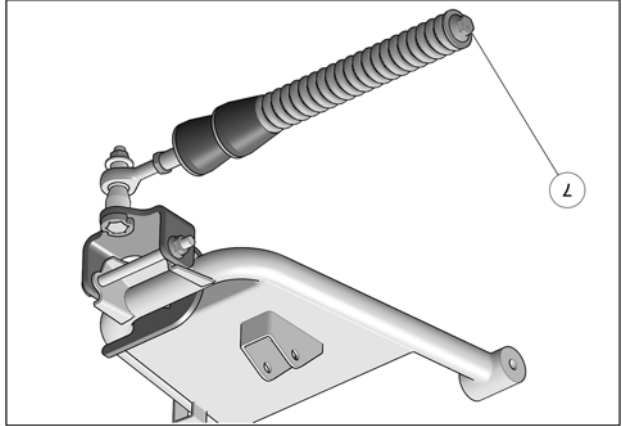

Fig. 10
10. Vérifier que le boulon du ressort (7) est serré au couple recommandé : 75 N•m [55 lb•pi]. Fig. 10